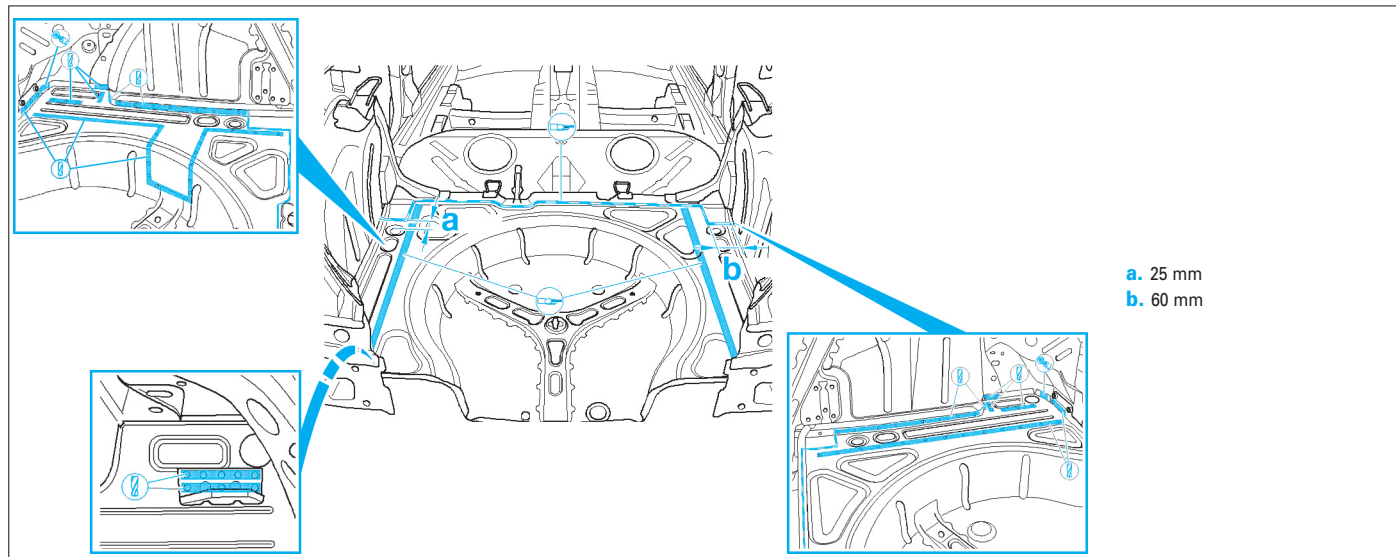

FIG. 68
- Effectuer la découpe (1) en respectant la cote (a) de 25 mm et la découpe (2) en respectant la cote (b) de 60 mm.
- Fraiser et meuler les soudures de la pièce (**Fig.68**).